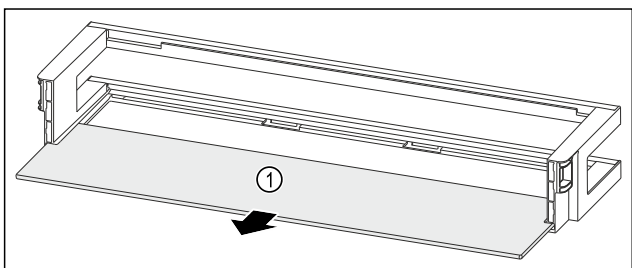

Fig. 140 Türabsteller mit Abstellfläche
- ▶ Abstellfläche Fig. 140 (1) entnehmen.